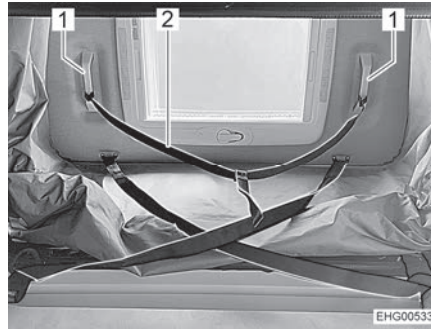

Bild 78 Hilfsgurt
- Aufstelldach am Hilfsgurt (Bild 78,2) langsam zu zwei Dritteln nach unten ziehen, bis das Aufstelldach selbständig stehen bleibt. Dabei beachten:
- Aufstelldach an den beiden Bügelgriffen (Bild 78,1) vollständig nach unten ziehen, bis die seitlichen Verriegelungen hörbar einrasten.